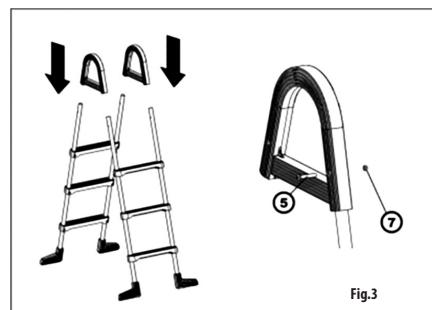

Fig. 3
Skjut in fömonterade stegen i plastbågar (2) (Fig. 3) och skruva ihop med medföljande skravar (5). Se till att stegen är riktade åt rätt håll (skruvtoppar skall riktas „ut” från poolstegen).